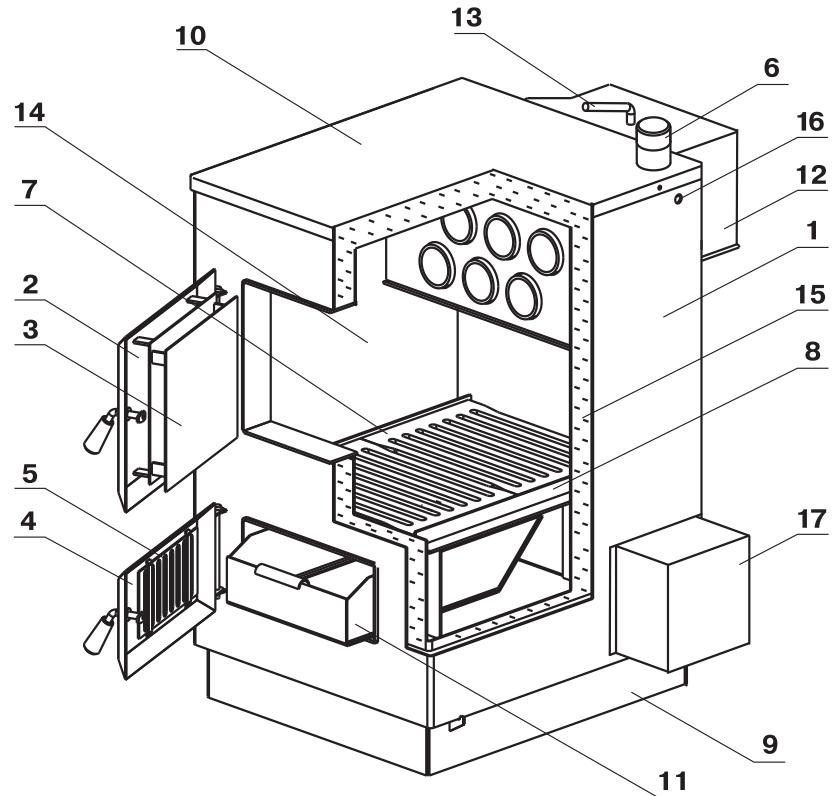

Рис.1 Конструкция отопительного котла
5.1. Котел отопительный (рис. 1) сварной конструкции состоит из корпуса 1, топки 14, дымохода 12, верхней крышки 10. На дымоходе установлена задвижка 13 для регулировки площади сечения дымохода.
6.3. Дымоход 12 (Рис.1) футеровать асбестовым картоном толщиной 3-5 мм.